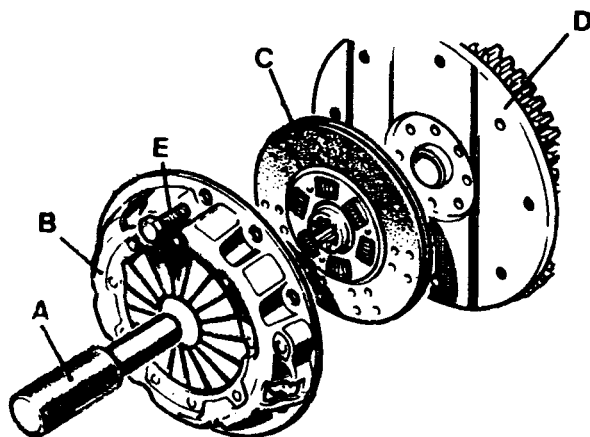

Fig. B2-1 - Embrague desmontado.
1.2.- Sin alterar la posición de los pernos (fig. B2-1), que pueden verse a través de las ventanillas existentes en la tapa, se soltarán progresivamente y en sentido diagonal los tornillos de fijación de la tapa, hasta que pueda separarse el conjunto del embrague y, luego, la tapa y plato conductor, con lo que quedará libre el disco conducido.
3.1.- Se hará en orden inverso, situando el disco conducido (fig. B2-1), con la cara señalada con la indicación- "FLYWHEEL SIDE" (costado del volante) hacia éste; y se fijará con la tapa, después de comprobar la alineación de las marcas de referencia trazadas sobre la tapa y volante, empleando, para facilitar esta operación, el alineador de embrague (605022).